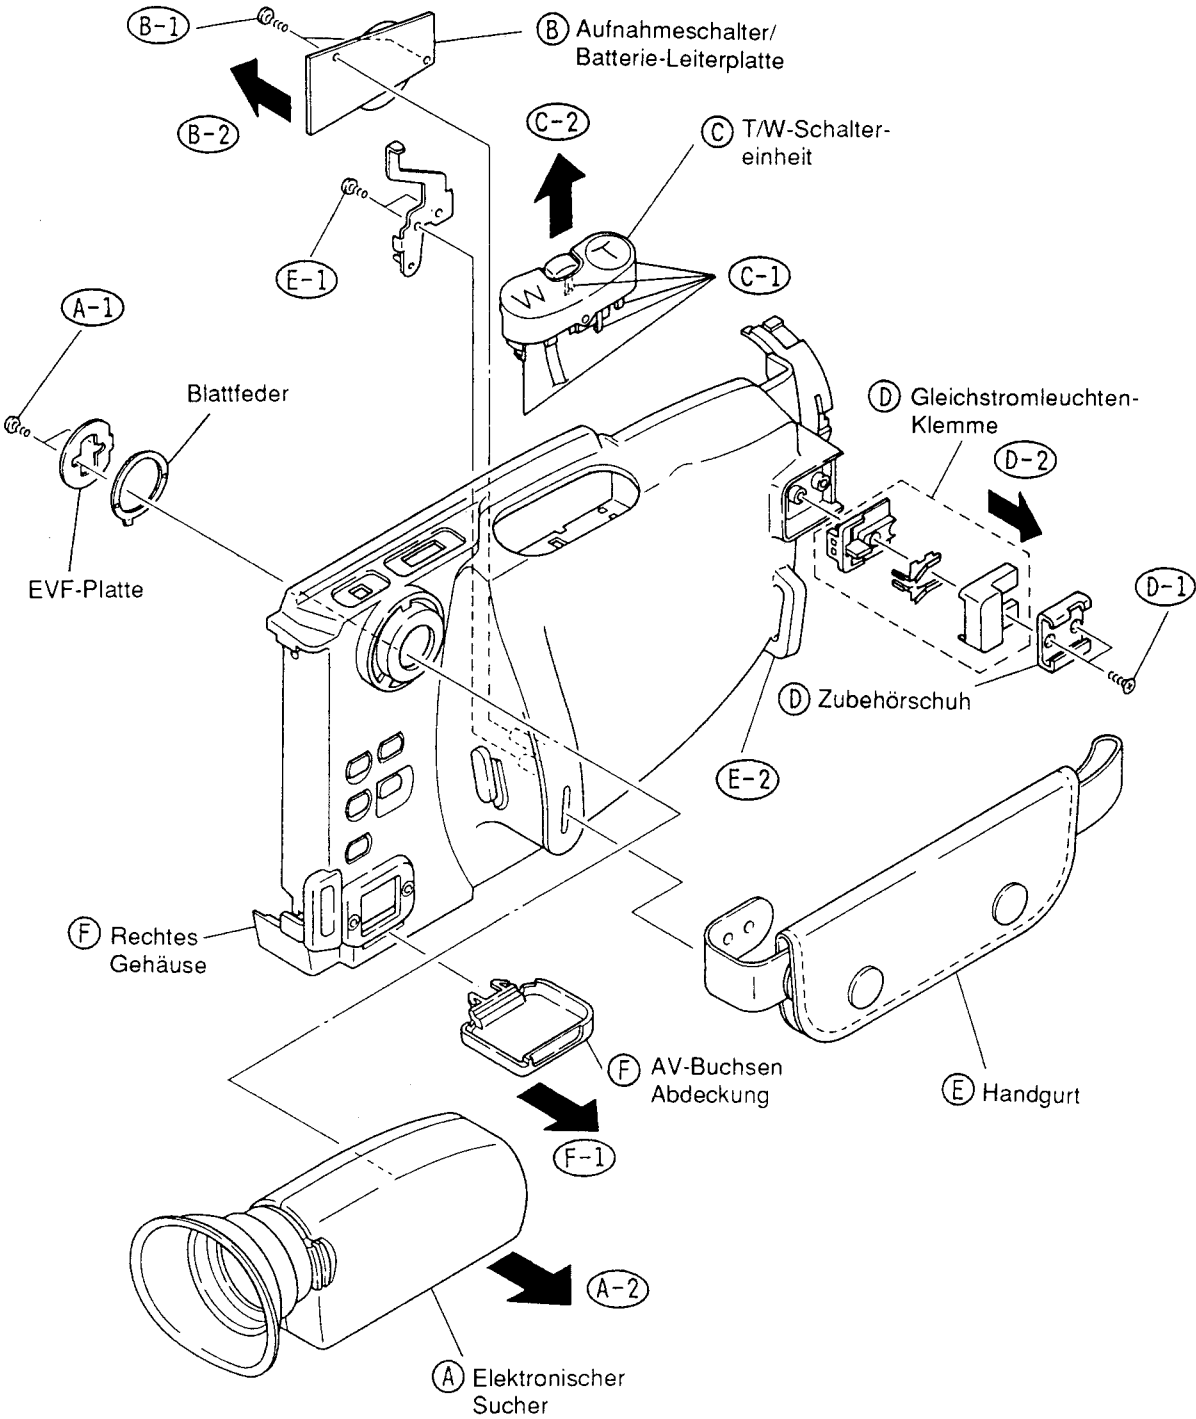

Abb. 3-3
A. Elektronischer Sucherblock (EVF) (Abb. 3-3)
- 1) Zwei (2) Schrauben entfernen.
(Abb. 3-3)
C. T/W-Schaltereinheit (Abb. 3-3)
- 1) Zwei (2) Laschen freigeben.
E. Handgurt (Abb. 3-3)